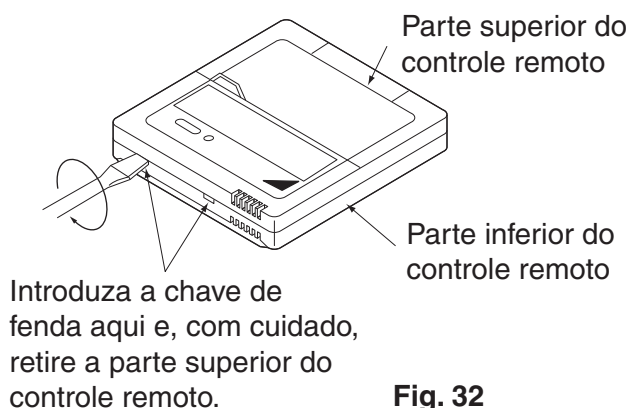

Fig. 32
(1) Introduza uma chave de fenda no espaço entre a parte superior e inferior do controle remoto e, segurando as 2 posições, erga a parte superior. (A placa do PC do controle remoto está conectada à parte superior do controle.) **(Consulte a Fig. 32)**